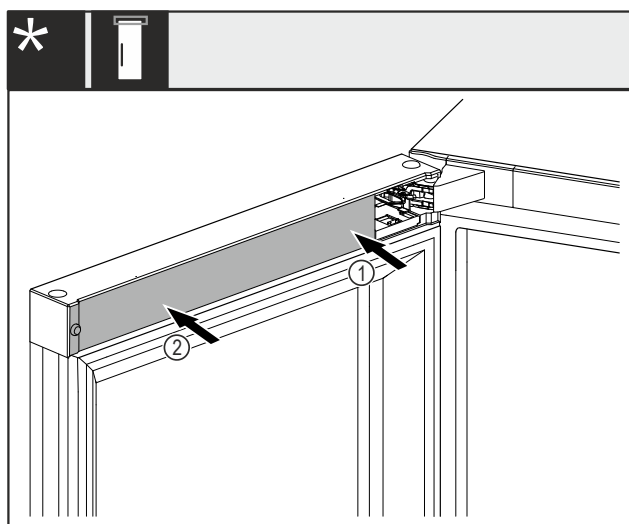

Fig. 43 *
► Coloque primero la cubierta Fig. 43 (1) en el lado del soporte del cojinete y encájela.*
► Coloque la cubierta Fig. 43 (2) en el lado exterior y encájela.*